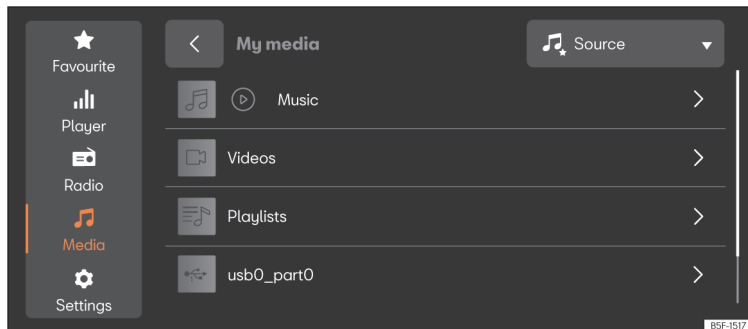

Fig. 173 Reprezentare schematică: Vedere Media
- Apăsați **MENU** > > **fig. 173**.